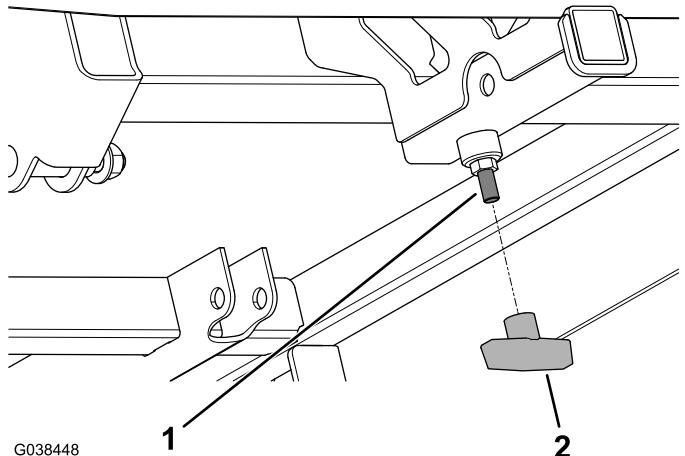

Bild 9
8. Setzen Sie den T-Griff auf die Halbrundschraube auf (**Bild 9**).